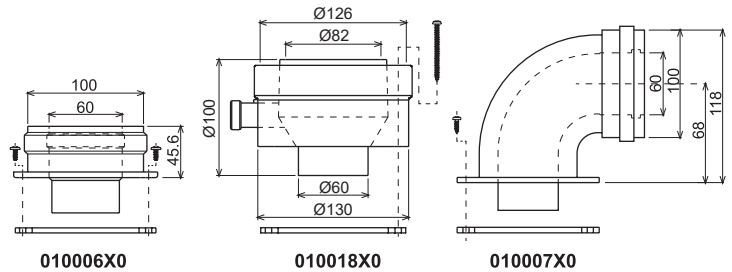

Рис. 9. Начальные элементы для коаксиальных воздуховодов
**Внимание:** для котлов Vitabel F 40 используется коаксиальный дымоход 80/125 (рис. 9А), артикул 902601230.